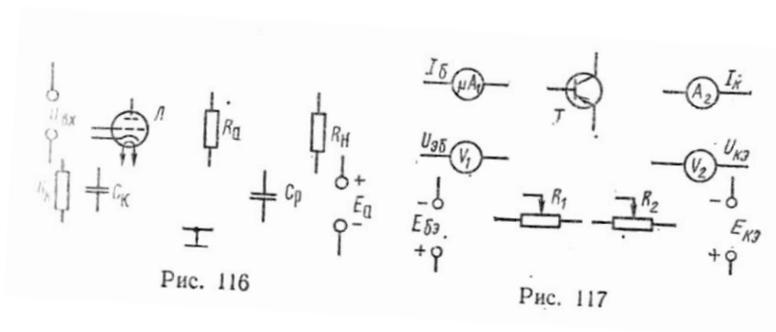

Рис. 116
**Задача 2 (варианты 71—80).** Составить схему усилителя низкой частоты на триоде из элементов, указанных на рис. 116. Объяснить назначение элементов схемы и ответить на вопрос своего варианта из табл. 70.